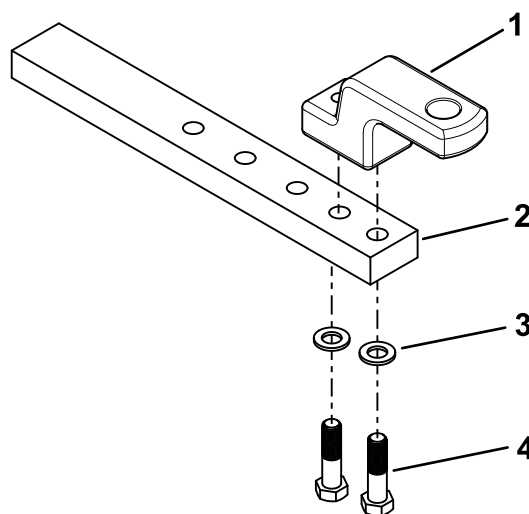

Рисунок 6
- Прикрепите тяговую скобу к буксировочной штанге с помощью двух винтов (M18) и двух шайб (Рисунок 6).